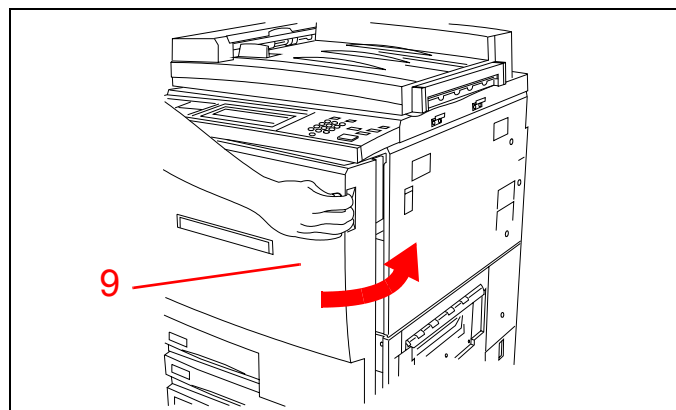

Figura 23
9. Cierre la puerta delantera de la impresora. Consulte la Figura 23.